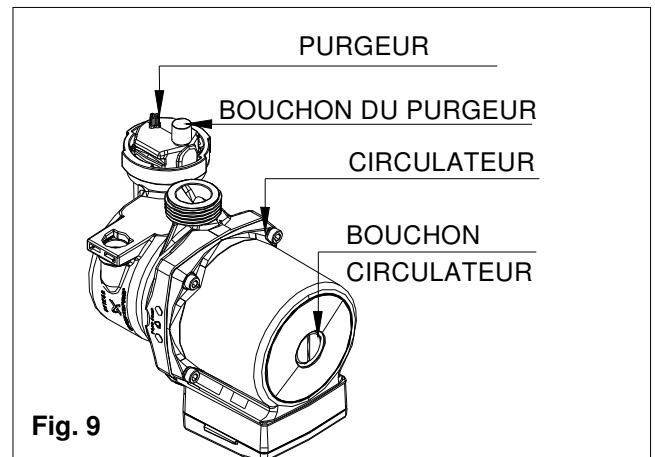

Fig. 9
- contrôler que le bouchon du purgeur est légèrement desserré pour permettre à l'air de sortir de l'installation (fig. 9) ;
- Dévisser le bouchon du circulateur (fig. 9) pour éliminer toute bulle d'air et le refermer dès que l'eau en sort ;